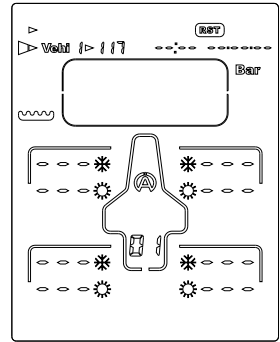

Abbildung 16
- 4) Halten Sie die mittlere Taste  1 Sekunde lang gedrückt, um alle Daten für das Fahrzeug zu löschen. Fahrzeug 1 (Abbildung 16)